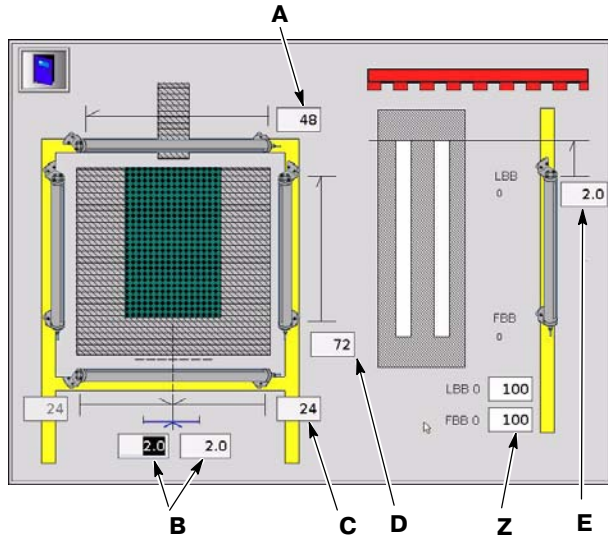

Рис. 3-24 Включение и настройка одинарного сканера
2. См. рис. 3-24 или 3-25. Ввести длину вертикального сканера и закрыть окно.
См. рис. 3-24. Пара излучатель-приемник сканера монтируется над конвейером и ниже изделий, с ориентацией концов кабелей, показанной в окне конфигурирования.
См. рис. 3-24 или 35.
См. рис. 3-24 и 3-25. При включении питания исходные значения параметров LBB и FBB должны равняться нулю. Любой шум или наводка приводит к тому, что LBB и FBB принимают другое значение.